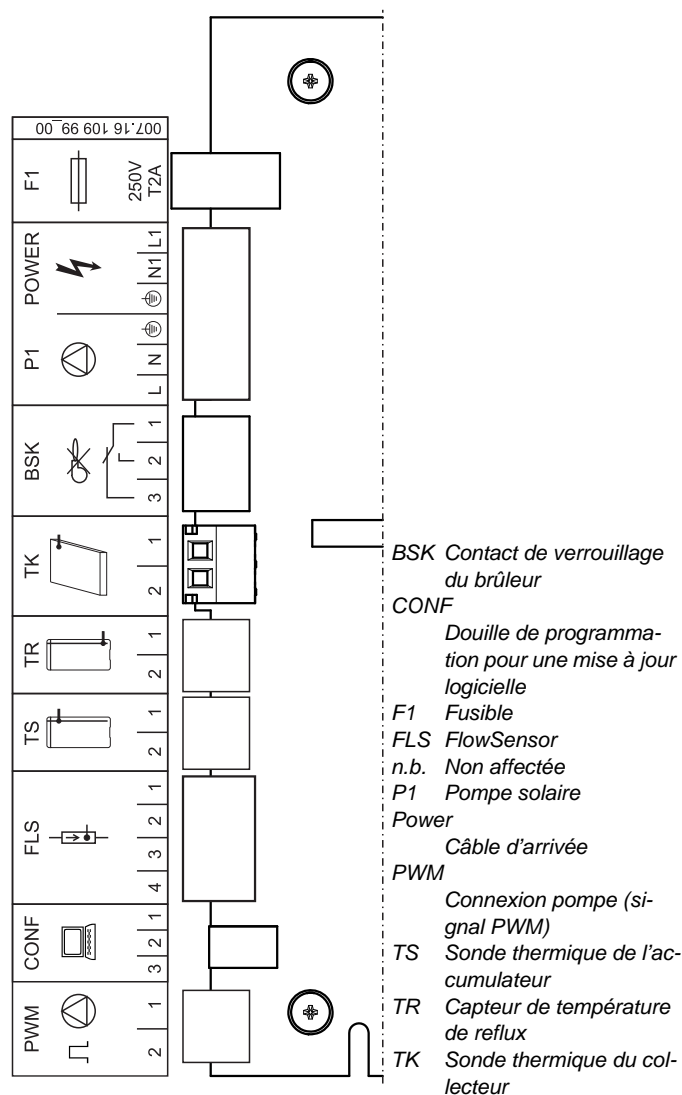

Fig. 4-24 Affectation des bornes
6. Insérer le câble du FlowSensor sur le FlowSensor (c) et l'insérer sur la bordure de la platine du système de régulation Solar R4, sur la position FLS (4 pôles, voir fig. 4-24).
4. Insérer le connecteur en position TK (bipolaire) sur le bord de la carte de la commande, (voir fig. 4-24).